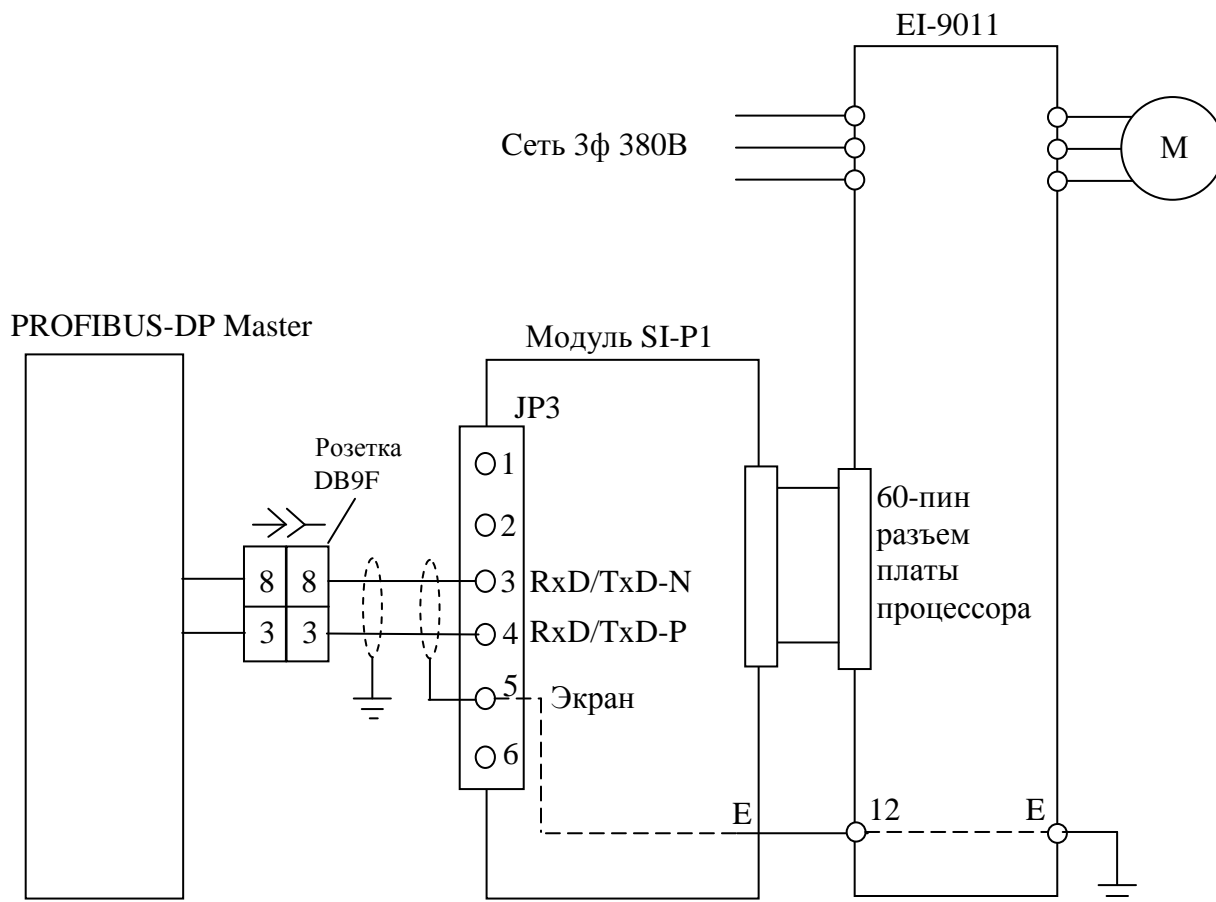

Рис.4. Схема подключения модуля EI-SI-P1.
4.8. Подключите модуль EI-SI-P1 к контроллеру (ведущему устройству Profibus) в соответствии со схемой (рис.4.).